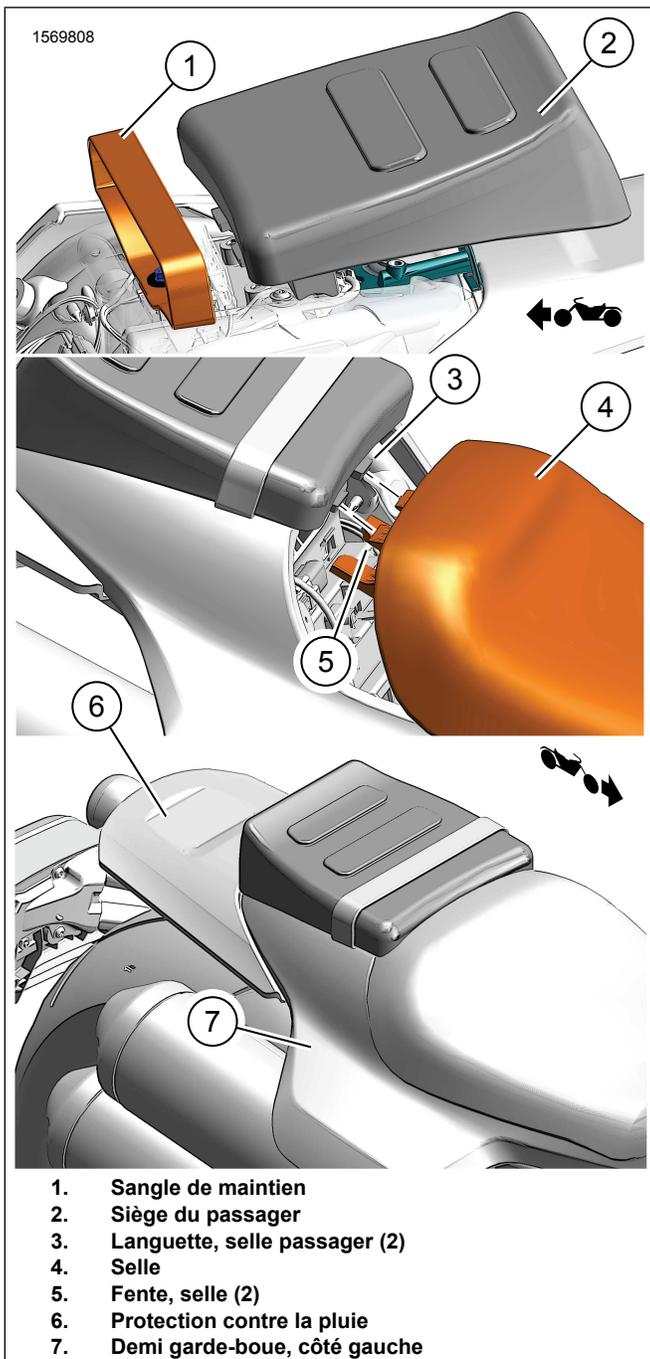

Figure 5. Siège du passager
5. Voir la figure 5. Installer la selle passager (2) en la passant par la sangle de maintien (1).
- a. Voir la figure 5. Aligner les languettes de la selle passager (3) avec les fentes de la selle Équipement d'origine (5).